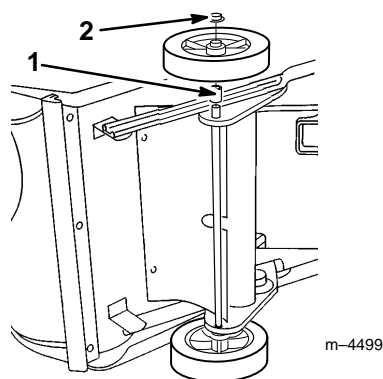

Figure 3
1. Basculer la déneigeuse sur le côté gauche et placer une cale en bois sous l'extrémité gauche de l'essieu (Fig. 3).
2. Enfiler l'entretoise **courte** et une roue sur l'extrémité droite de l'essieu (Fig. 3).
3. Glisser un écrou à pousser sur l'extrémité de l'essieu (Fig. 3).